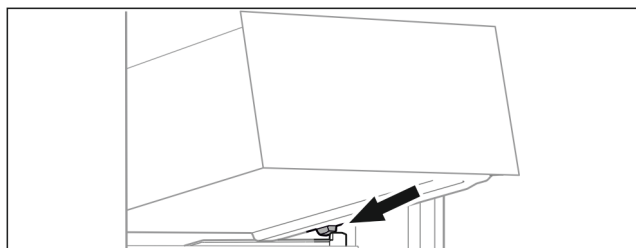

Fig. 63
- ▶ Stavite ladicu ukoso iza zaustavljača na žlijeb spremnika. (pogledajte Fig. 63)